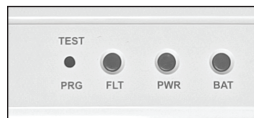

Abb. 1. EXIDUS LED Anzeigen
- Eine **PRG/TEST** Schaltfläche (Abbildung 1) zum Testen und Programmieren
- Drei (3) LED-Anzeigen: **FLT**=Fehler (gelbe LED), **PWR**=netz (grüne LED) und **BAT**=Batteriefehler (rote LED)